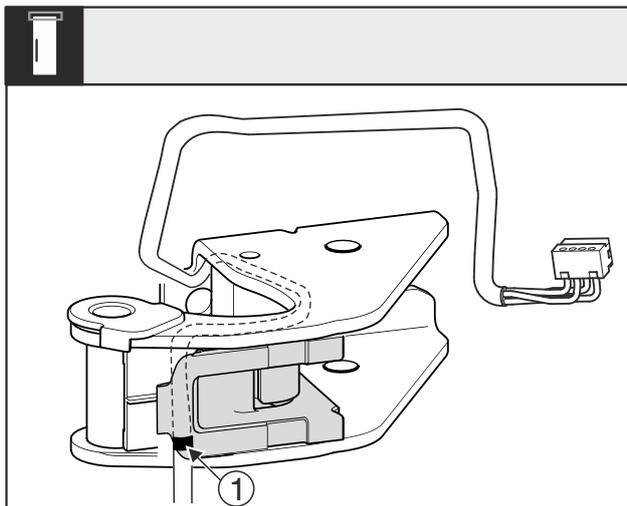

Fig. 28
- ▷ Mittlere Markierung Fig. 28 (1) muss dabei auf der Kante der Kabelhalterung liegen.